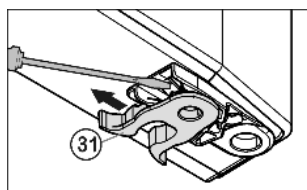

Fig. 10
- ▶ Pružinovou svorku *Fig. 10 (31)* přesadit: Stisknutím zářezku pro uchycení, přesto stáhněte pružinovou svorku.